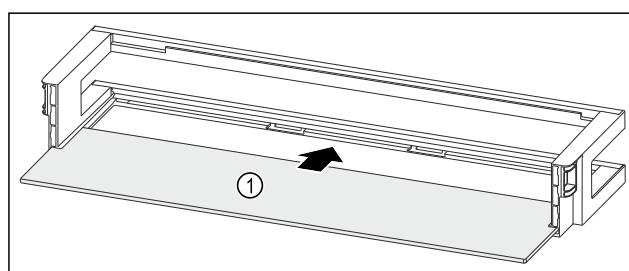

Fig. 139 Balconcino controporta con ripiano
- ▶ Inserire il ripiano Fig. 139 (1) negli incavi laterali.